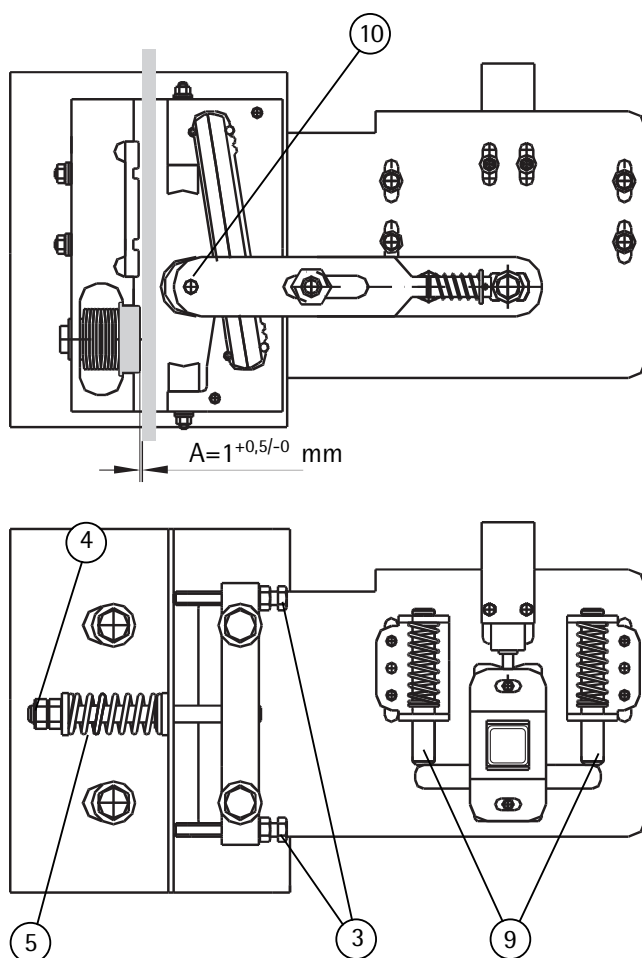

Abb. 1: Durchfahrtspiel
Nach Montage von Fahrkorbrahmen und Führungen ist das Durchfahrtspiel "A" der Fangvorrichtung zur Schiene einzustellen. Die Fangrolle (10) muß sich dabei in Ruhestellung befinden. Falls erforderlich, diese Ruhestellung mit den Rückstellstiften (9) herstellen (siehe Abb.1).